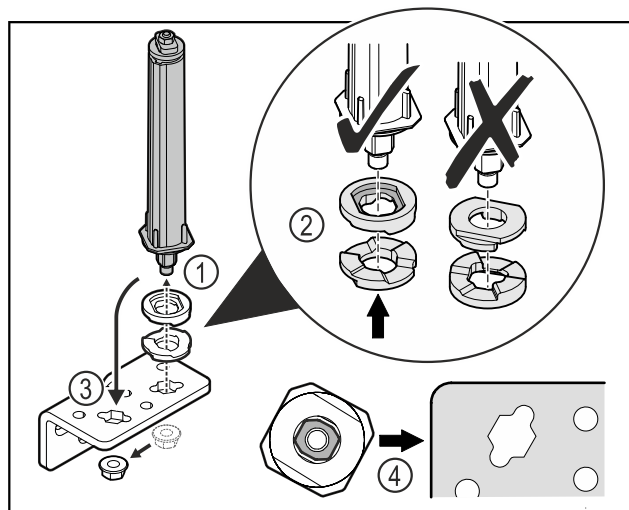

Fig. 27
- ▶ Løsn møtrikken, og fjern dørlukkesystemet Fig. 27 (1).
- ▶ Vær opmærksom på, at højdeindstillingsskiverne vender korrekt Fig. 27 (2).
- ▶ Flyt lukkesystemet i hængselvinklen, og fastgør med møtrikken Fig. 27 (3).
- ▶ Vær opmærksom på, at dørlukkesystemet vender korrekt, når det sættes i Fig. 27 (4).